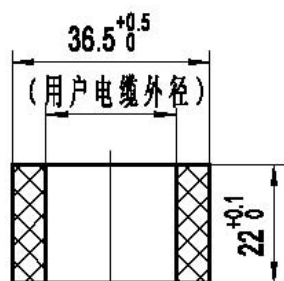

图 5
- ◆ 技术要求：胶塞应依据国家标准进行老化试验，抗拉强度为 70kgf/cm^2 以上延伸率 56% 以上，硬度：邵氏硬度 45~50。附图 5
- ◆ “密封胶塞”多次拆装可能造成损坏，如发生这种情况，用户可向我公司订购新的或按图附图 5 所示尺寸及技术要求自制。